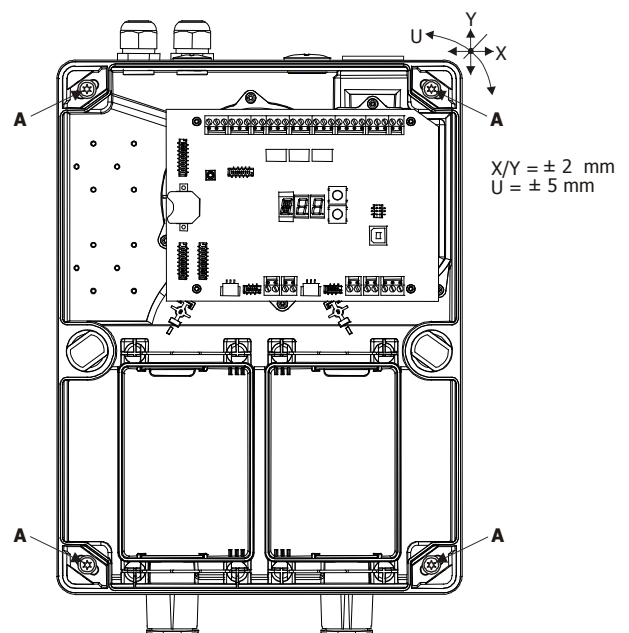

Fig. 17 Apertura, chiusura e fissaggio dello DFA05
- Per bloccare o sbloccare, premere forte sulla testa della vite verso il basso e girare di 90° in senso orario (per bloccare) o in senso inverso (per sbloccare), (vedi **Fig. 17**):